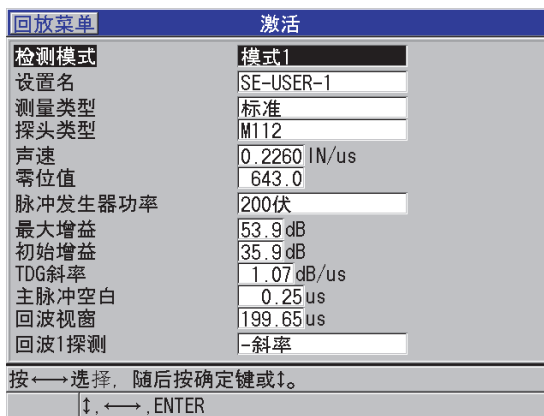

图 13-1 单晶探头设置的激活屏幕
5. 在 **激活** 屏幕中 (参见第 226 页的图 13-1):